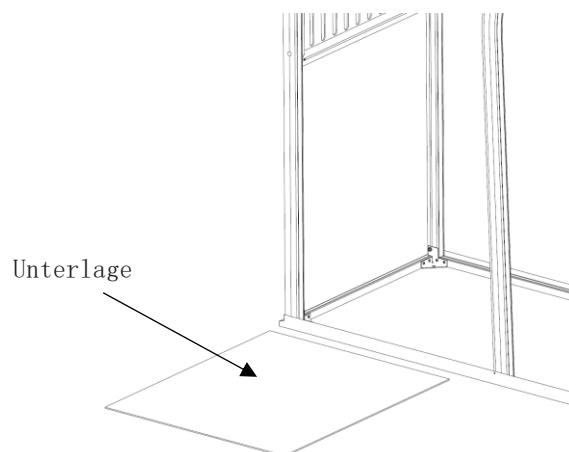

Abb. 26
- um das Verkratzen der Schiebeelemente zu vermeiden, sollte vor dem Gewächshaus seitlich ein Malervlies/ Verpackungskartonage als Unterlage auf dem Boden ausgebreitet werden! (Abb. 26)